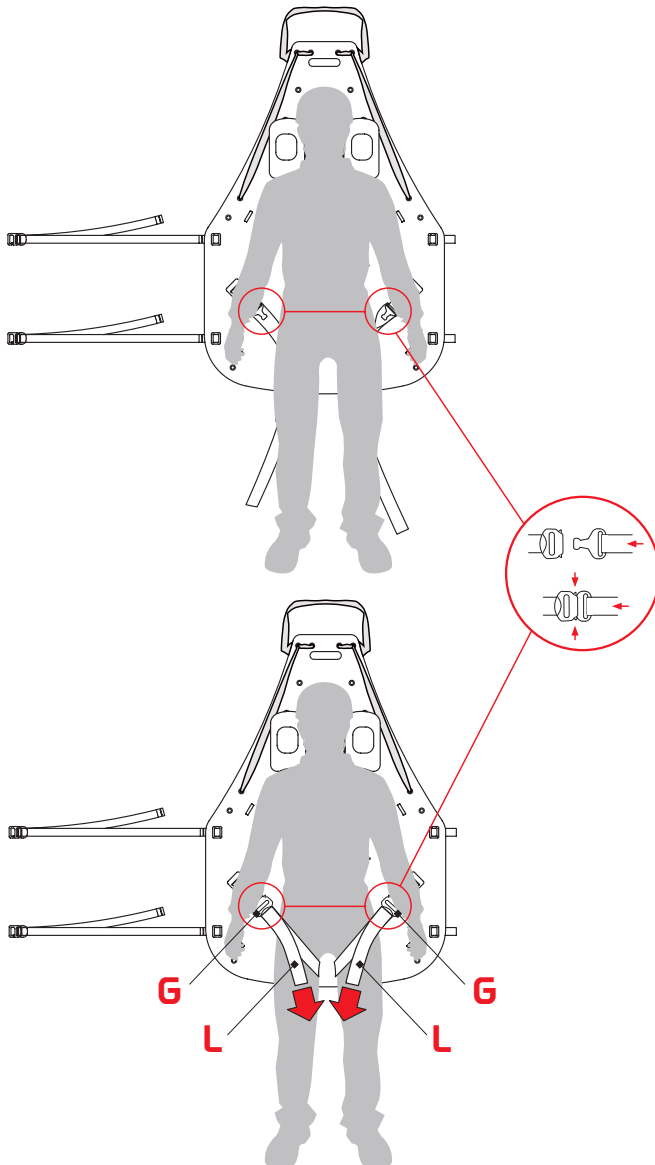

Abb. 15
- a) die Automatikschnallen (G) einsetzen und die Beinschlaufen (L) spannen – (Abb. 15),